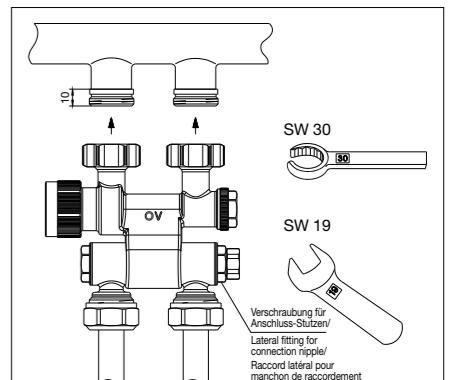

Bild 3 / Illustr. 3 / Fig. 3
- Visser le «Multiblock TF» (Fig. 3) sur le radiateur (couple 20 – 30 Nm). Le sens de circulation n'a aucune importance. La position aller et retour dépend du radiateur. Les instructions correspondantes au radiateur sont à respecter!
**Attention:** Après l'alignement des manchons de raccordement, ceux-ci sont à serrer solidement à l'aide des raccords (Fig. 3) latéraux (clé de 19).